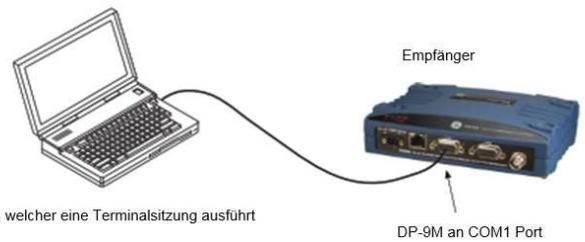

Abbildung 5. Einrichtung für die PC-Konfiguration
1. Schließen Sie ein Ethernet-Kabel (direkt oder crossover) zwischen Funkgerät und PC an, wie es *Abbildung 5* dargestellt wird.